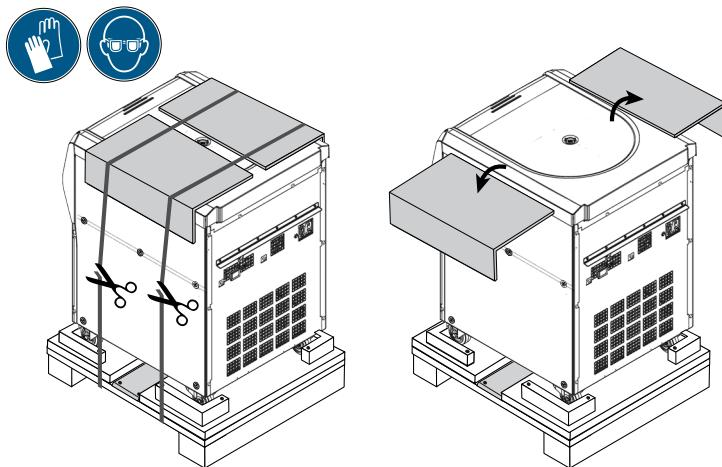

Abbildung 1-5: Innere Umreifungsbänder und Kantenschutz-Pappwinkel entfernen
5. Schneiden Sie den zweiten Satz Umreifungsbänder, mit denen die Zentrifuge auf der Palette gesichert ist, wie in Abbildung 1-5 links dargestellt mit einer Schere durch.
6. Entfernen Sie die beiden Kantenschutz-Pappwinkel wie in Abbildung 1-5 rechts dargestellt.